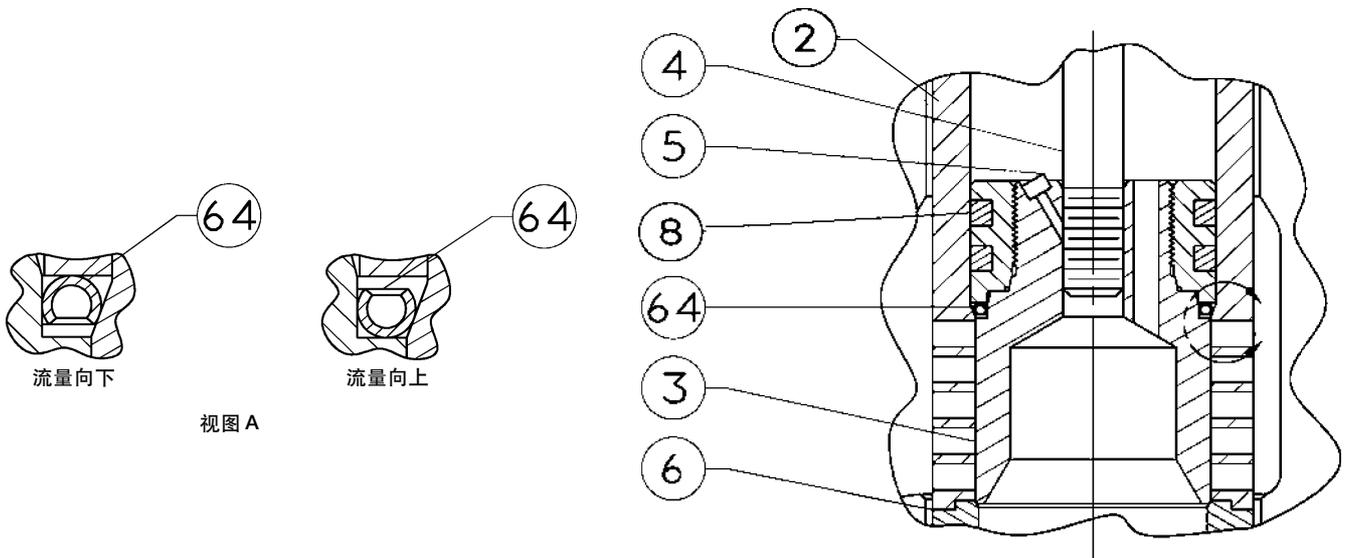

图 10. 具有 C-seal 阀内件的 EHD 型阀
的内直径。同样也润滑阀芯的外直径，在此处 C-seal 阀芯密封件必须压进适当的密封位置（图 10）。
- 在具有流量向上结构（图 10）的阀门中，C-seal 阀芯密封件的开放内部必须面向上。
- 在具有流量向下结构（图 10）的阀门中，C-seal 阀芯密封件的开放内部必须面向下。
1. 将合适的高温润滑剂 (Never-Seez Pure Nickel Special 润滑剂或与之相当的润滑剂) 涂敷到 C-seal 阀芯密封件的内直径。同样也润滑 C-seal 阀芯密封件必须被压进适当的密封位置的地方 (图 10)。
- 在具有流量向上结构的阀门中，C-seal 阀芯密封件开放的内部必须面向上 (图 10)。
- 在具有流量向下结构的阀门中，C-seal 阀芯密封件开放的内部必须面向下 (图 10)。